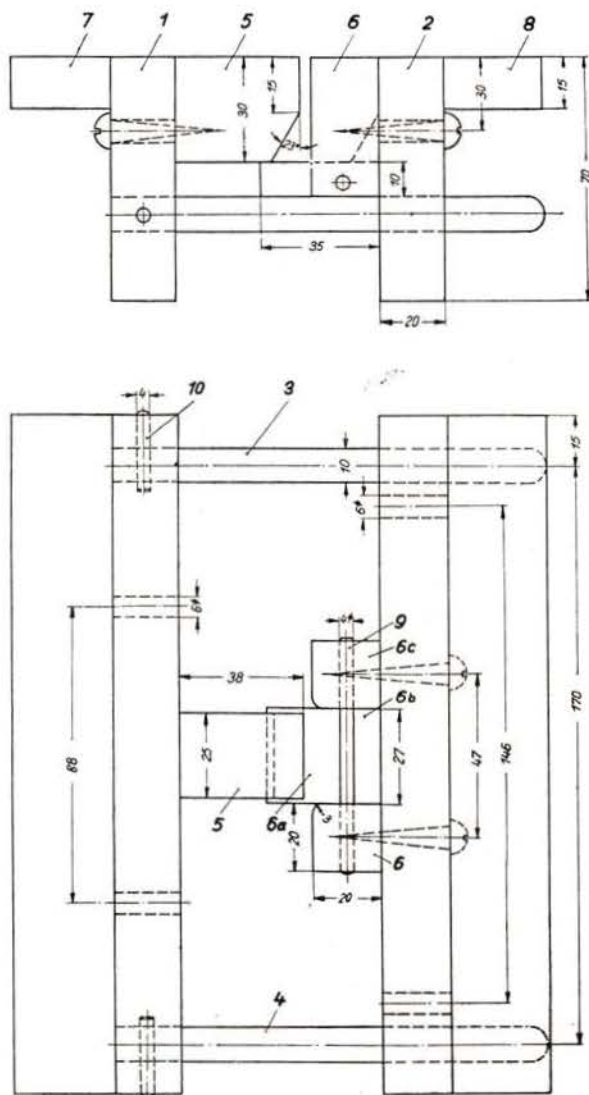

Bild 1
Die Preßform nach Bild 1 besteht aus dem zweiteiligen Grundgestell 1 und 2, den beiden Führungsstiften 3 und 4, dem Stempel 5 und der Matrice 6. Nach dem Anleimen der Auflageleisten 7 und 8 an das Grundgestell werden die beiden Teile 1 und 2 mit Schraubzwingen zusammengeklammert und die Löcher für die Führungsstifte gebohrt. Im Teil 1 müssen die Führungsstifte stramm sitzen, während sie im Teil 2 gut gleiten sollen. Für die Stifte wird gezogenes Rundmaterial, Stahl oder Dural von 10 mm \varnothing verwendet. Die beiden Grundgestellteile sollen dann auf den Führungsstiften leicht gegeneinander verschiebbar sein. Es ist von Vorteil, wenn zwischen diesen beiden Teilen auf den
Bild 1 Schon während unserer Fahrt nach Tanneck erleben wir aus dem fahrenden Zuge, der von einer Lokomotive der Baureihe 23 gefördert wird, die Schönheit der Landschaft. Auf einer kurvenreichen elektrisch betriebenen Bergstrecke erkennen wir einen Personenzug mit einer E 44 an der Spitze.
- Bild 1 Schon rein äußerlich merkt man es der neuen 24er an, daß sie viel besser als ihre bisherige Schwester aussieht, und das nicht nur, weil sie eine modellmäßige Heusinger-Steuerung besitzt! Achten Sie bitte auch auf solche Einzelheiten, wie die zahlreichen Kesselarmaturen und das Laufrad-Schutzblech.